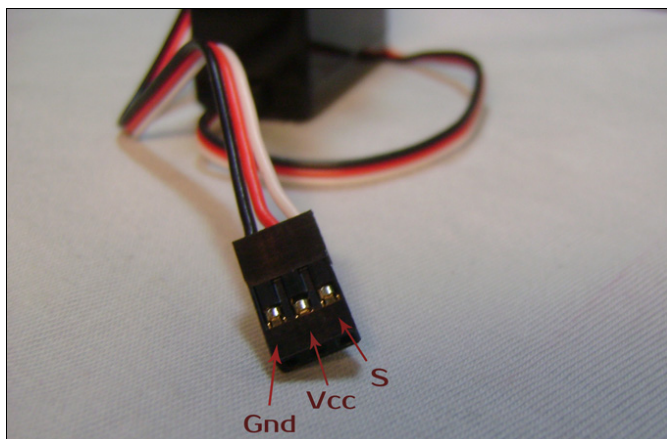

Рис. 23.2. Подключение сервопривода
Для управления сервоприводом в Arduino имеется стандартная библиотека `Servo`. На платах, отличных от Mega, использование библиотеки отключает возможность использования `analogWrite()` (ШИМ) на пинах 9 и 10 (вне зависимости, подключены к этим пинам сервы или нет). На платах Mega до 12 сервоприводов могут использоваться без влияния на функциональность ШИМ, но использование от 12 до 23 сервомашинки отключит ШИМ на пинах 11 и 12. Сервопривод подключается тремя проводами (рис. 23.2): питание (Vcc), "земля" (Gnd) и сигнальный (C). Питание — красный провод, он может быть подключен к выводу +5 В на плате Arduino. Черный или коричневый провод — "земля" подключается к выводу Arduino GND, сигнальный (оранжевый/желтый/белый) провод подключается к цифровому выводу контроллера Arduino. Следует отметить, что мощные сервоприводы могут создавать большую нагрузку — в этом случае их следует запитывать отдельно (не через выход +5 В Arduino). То же самое верно для случая подключения сразу нескольких сервоприводов.